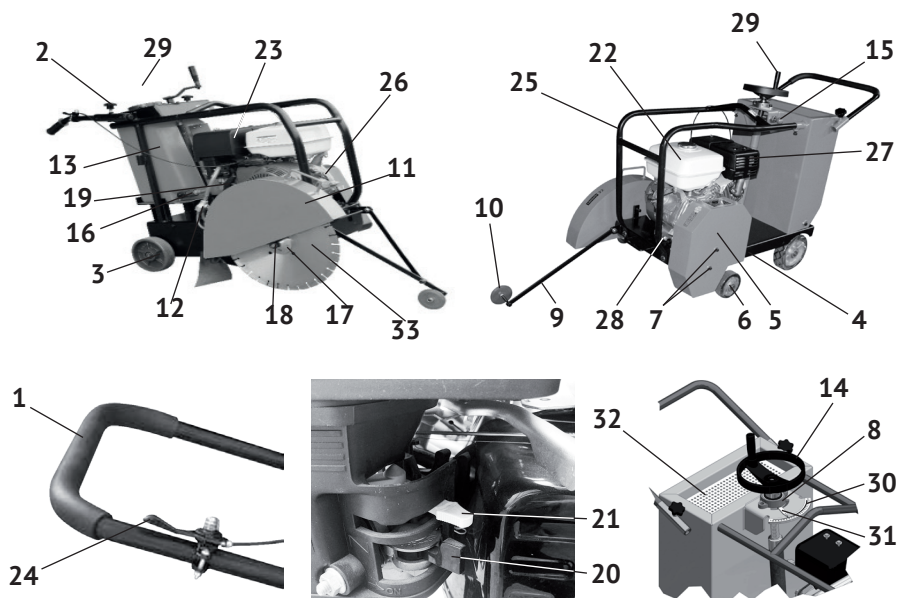

рис.1
4.1 Общий вид швонарезчика представлен на рис.1
4.2 Основные узлы швонарезчика: двигатель, опорные колёса (рис.1 поз.3), бак для воды (рис.1 поз.13), ось привода (шпиндель) режущего диска, кожух ремённой передачи (рис.1 поз.5), трубчатая рама (рис.1 поз.25) закреплены на цельнометаллической платформе (рис.1 поз.4). В металлический бак (рис.1 поз.13) заливается охлаждающая жидкость. Между кронштейном в верхней части бака и платформой закреплён механизм (рис.1 поз.8) подъёма/опускания малых колёс (рис.1 поз.6), который приводится в действие маховиком (рис.1 поз.14). На кронштейне закреплена шкала глубины реза (рис.1 поз.30).
Крутящий момент с вала двигателя передаётся ремённой передачей на приводной вал рабочего диска. Приводные ремни закрыты металлическим кожухом (рис.1 поз.5).
На защитном кожухе (рис.1 поз.11) стрелкой указано направление вращения диска.
Прикрутить болтом (М8х25) с шайбой к верхнему торцу вала ходового винта маховик (рис.1 поз.14) с рукояткой (рис.1 поз.29), механизма установки глубины реза.
- выкрутить из направляющих на корпусе бака (рис.1 поз.13) винты-барашки (рис.1 поз.2) фиксации рукоятки управления (рис.1 поз.1);
- вставить нижние концы рукоятки управления (рис.1 поз.1) в направляющие корпуса, выставить удобную для работы высоту (на уровне талии) и зафиксировать винтами-барашками;
- установить, в удобном для работы месте, на рукоятке управления рычаг управления дроссельной заслонкой (рис.1 поз.24), рассоединив, а затем скрепив два хомута винтом.
- маховиком (рис.1 поз.14) установите режущий диск в верхнее положение (минимальная глубина резания);
- ключом, из комплекта поставки (крепится на стенке корпуса), открутите гайку крепления диска (рис.1 поз.18);
- снимите зажимной фланец (рис.1 поз.17) и диск (при замене);
- обратите внимание на направление вращения, которое указано стрелкой на одной из сторон диска (оно также указано на защитном кожухе рис.1 поз.11);
Держатель (рис.1 поз.9) указателя линии реза крепится болтовым соединением на скобе в передней части платформы, слева от кожуха диска. Ведение диска (рис.1 поз.10) указателя реза по сделанной разметке на поверхности, позволяет строго выдерживать траекторию реза.
Для того, чтобы сбавить избыточное давление в баке, откручивайте крышку бака (рис.1 поз.22) осторожно. Заливайте бензин в топливный бак не более чем на 1 см ниже уровня основания заливной горловины. Перед запуском двигателя тщательно протрите крышку бензобака, удалив возможные при заправке брызги топлива.
- перекрыть кран (рис.1 поз.16) подачи охлаждающей жидкости из бака (рис.1 поз.13) по трубке (рис.1 поз.12) под защитный кожух (рис.1 поз.11) режущего диска;
- заполнить бак водой или специальной СОЖ (при низких температурах), через сетчатый фильтр (рис.1 поз.32) в его верхней части, который предотвращает попадание в бак частиц, способных засорить систему подачи жидкости.
- разблокировать ходовой винт механизма установки глубины реза (рис.1 поз.8), рычагом (рис.1 поз.15), вытянув палец из паза и повернув вокруг оси;
- вращением маховика (рис.1 поз.14) выставить на один уровень малые колёса (рис.1 поз.6) и нижний край режущего диска – нулевая глубина реза, при этом стрелка-указатель (рис.1 поз.31) на нулевой отметке шкалы (рис.1 поз.30);
- ослабить две гайки на болте, крепящем диск (рис.1 поз.10) к держателю (рис.1 поз.9);
- смазывающе-охлаждающая жидкость (СОЖ) подается на режущий диск из бака (рис.1 поз.13);
- на линии подачи установлен запорный кран (рис.1 поз.16), благодаря которому устанавливается необходимый поток для охлаждения диска;